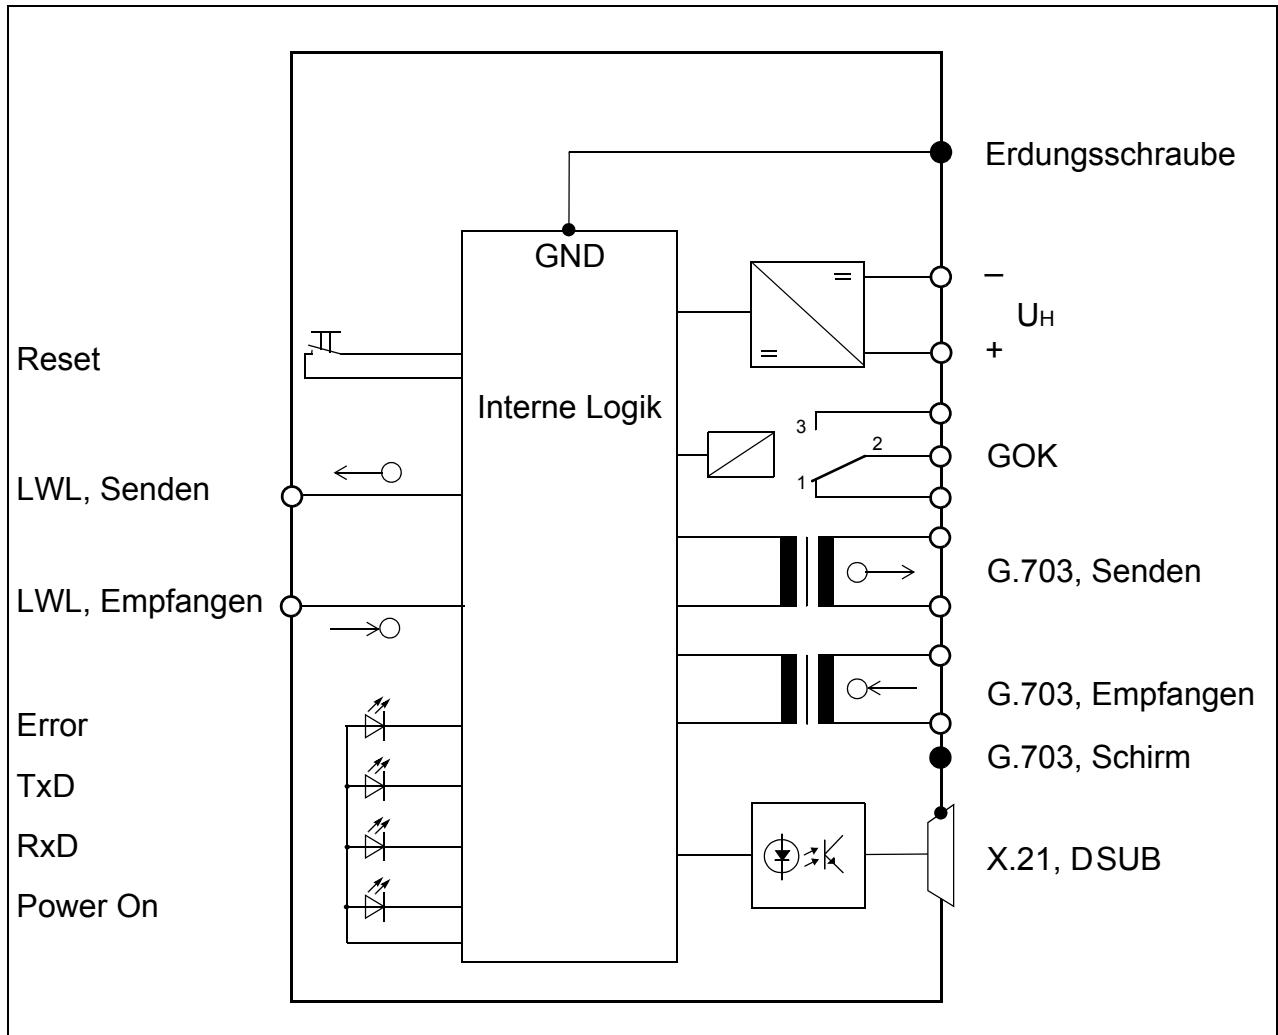

Bild 2 Hardware–Struktur des Kommunikationsumsetzers
Die Aufgabe des Kommunikationsumsetzers besteht darin, eine Anpassung der verfügbaren LWL–Wirkchnittstelle im Schutzgerät (DEE) an die physikalische Spezifikation der jeweiligen Schnittstelle des Kommunikationsnetzes (DÜE) vorzunehmen. Die Anpassung erfolgt synchron und vollkommen bittransparent, d.h. direktes Weiterleiten der Informationen ohne selbst Informationen hinzuzufügen oder auszublenden. Bild 2 zeigt die Hardware–Struktur.
- **X.21:** Die Signale der X.21–Schnittstelle sind auf dem 15-poligen DSUB–Stecker (X.21) aufzulegen. Der Schirmkragen ist mit dem Gehäuse verbunden. Die X.21–Signale sind von den anderen elektrischen Kreisen galvanisch getrennt (Bild 2).
- **G.703.1:** Die Signale der G.703.1–Schnittstelle sind auf die 5-polige Schraubklemme (G.703) aufzulegen (jeweils ein kommendes und ein gehendes Adernpaar). Die links daneben liegende fünfte Schraubklemme (‘S’) dient zum Auflegen des Kabelschirms und ist mit dem Gehäuse verbunden. Die G.703.1–Signale sind von den anderen elektrischen Kreisen galvanisch getrennt (Bild 2).